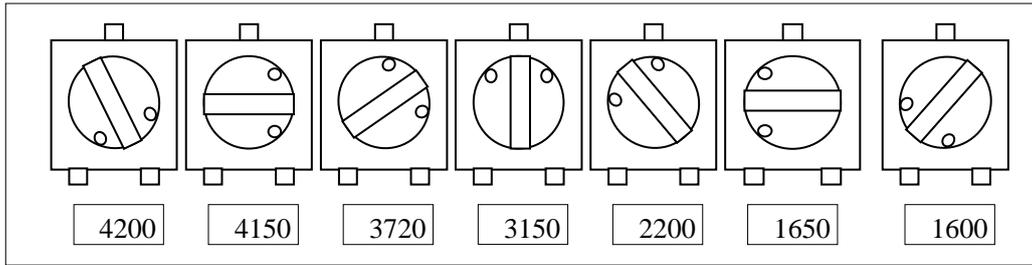

图 3 电压调节电位器对应输出参考电压
电压的调节范围是 1.6KV-4.2KV。模块的输出电压指示可通过电压调节电位器的旋转角度对应读出，**电位器只能旋转单圈，而且电位器需要使用较小的力度旋转操作，切勿旋转角度超过电位器的旋转范围。**电位器位置对应的电压如图 3。对应关系仅供参考，具体对应关系模块间存在差异。出厂时默认晶体高压： 3800 V
3、延时调节：“延时调节”的时间是“触发信号输入”和调 Q 电源“调 Q”之间的延时，这段时间一般为抽运工作物质、最大粒子数反转所需要的时间。激光工作物质被抽运到调 Q 阈值以上或者反转粒子数达到最高时，才打开调 Q 晶体；当抽运时间短时，应调节延时量较短；当抽运时间长时，应调节延时量较长。本电源的延时调节需要使用“眼镜螺丝刀”（如图 3）插入延时调节孔内，然后调节。顺时针调节为增大延时量，逆时针为减小延时量。电源的延时量调节范围为 60.0 至 250.0uS。